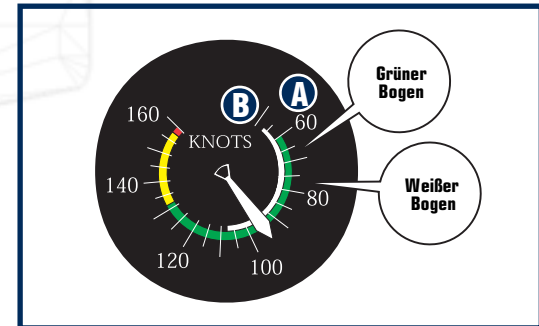

Abbildung 6-9. Geschwindigkeitsbereich für Klappen.
Bedenken Sie, dass eine geringere Geschwindigkeit beim Aufsetzen gleichzeitig einen kürzeren Bremsweg auf der Landebahn bedeutet. Besonders bei kurzen Landebahnen lohnt es sich, diese Tatsache im Auge zu behalten. Bei Windböen sollten Sie die Klappen dagegen nur wenig oder gar nicht ausfahren. Bei langsamer Geschwindigkeit und ausgefahrenen Klappen reagiert die Steuerung des Flugzeugs weitaus schwerfälliger als bei eingefahrenen Klappen. Welche Wirkung die Klappen auf den Auftrieb des Flugzeugs haben, können Sie ganz leicht anhand des Fahrtmessers überprüfen (siehe Abbildung 6-9).
der Landeklappen darstellt. Der Anfang des weißen Bogens (B) stellt die Überziehggeschwindigkeit bei voll ausgefahrenen Landeklappen und auf Leerlauf gedrosselter Motorleistung dar (bei nicht beschleunigtem Flug mit maximal zulässigem Gewicht). Es handelt sich um die Geschwindigkeit, bei der es zum Überziehen des Flugzeugs kommt, und zwar bei voll ausgefahrenen Klappen, voll ausgefahrenem Fahrwerk und dem Motor im Leerlauf. Das in Abbildung 6-9 gezeigte Flugzeug fliegt nur dann, wenn die Luft mit einer Geschwindigkeit von 53 Knoten über die Tragflächen strömt, wobei die Tragflächen sich unterhalb des kritischen Anstellwinkels befinden müssen.